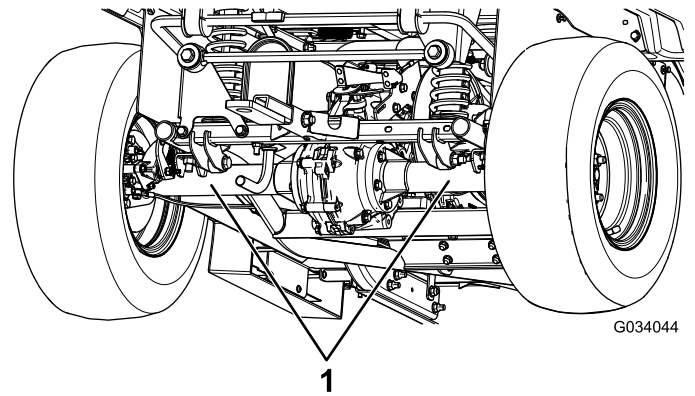

Figura 23
- El punto de elevación de la parte trasera de la máquina se encuentra debajo de los tubos del eje (Figura 23).